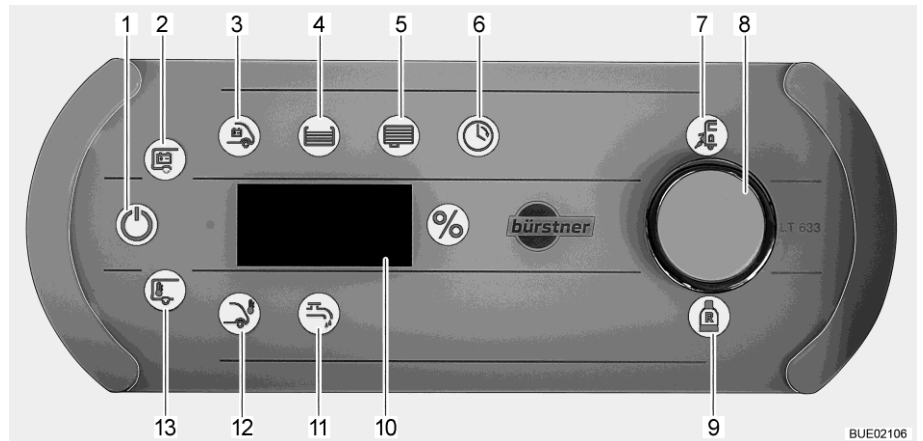

Bild 185 Panel LT 633
Symbolen för nätkontroll (Bild 185,7) tänds när fordonet försörjs med 230 V-nätspänning. Batterierna laddas.
Slå på: ■ Tryck kort på vridknappen (Bild 185,8). Symbolen 12 V PÅ (Bild 185,1) lyser. Om symbolerna 12 V PÅ och bodelsbatteriet (Bild 185,2) blinkar tre gånger, stängs strömförsörjningen av.
Avbryt avstängning: ■ Tryck på vridknapp (Bild 185,8) och håll den intryckt i ca 5 sekunder. Symbolen för bodelsbatteriet (Bild 185,2) blinkar och på indikeringen (Bild 185,10) visas "On".
■ Släpp vridknappen. Symbolen 12 V PÅ (Bild 185,1) lyser. Spänningsförsörjningen är påslagen.
- Vrid på vridknappen tills symbolen för vattenpump (Bild 185,11) tänds. På displayen visas det aktuella kopplingsläget ("On" eller "OFF").
När vattenpumpen är påslagen, lyser symbolen för vattenpumpen (Bild 185,11).
- Vrid på vridknappen tills symbolen för bodelsbatteri (Bild 185,2) tänds. Batterispänningen för bodelsbatteriet visas på indikeringen under ca. 20 sekunder (t. ex. "13,8U" för 13,8 volt).
- Vrid på vridknappen tills symbolen för startbatteri (Bild 185,3) tänds. Batterispänningen för startbatteriet visas på indikeringen under ca. 20 sekunder.
- Vrid på vridknappen tills symbolen för vattentank (Bild 185,4) tänds. Symbolen "%" lyser. Vattentankens fyllnadsnivå visas i ca 20 sekunder.
- Vrid på vridknappen tills symbolen avloppstank (Bild 185,5) tänds. Symbolen "%" lyser. Avloppstankens fyllnadsnivå visas i ca 20 sekunder.
Symbolen för reservgasflaska (Bild 185,9) tänds när reservgasflaskan används.
- Vrid på vridknappen tills symbolen innetemperatur (Bild 185,13) eller utetemperatur (Bild 185,12) lyser. På indikeringen visas den utvalda temperaturen.
- Vrid på vridknappen tills symbolen klocka (Bild 185,6) tänds.